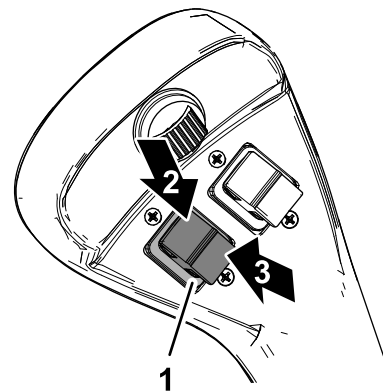

Figura 20
- Presione hacia arriba el interruptor del accesorio hidráulico para accionar un accesorio hidráulico en la dirección de caudal hidráulico hacia adelante (**Figura 20**).